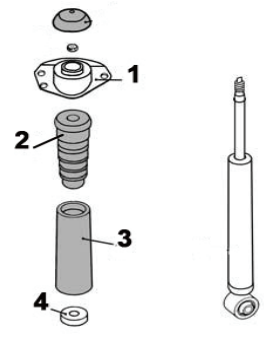

Fig. 10:
- **Fig. 10** Anbauteile (1 – 4) abnehmen, auf Verschleiß prüfen und ggf. erneuern.
- **Fig. 10** Remove add-on parts (1-4); check them for wear and replace if necessary.
- **Fig. 10** Enlever les composants (1 – 4), vérifier leur usure et, le cas échéant, les remplacer.
- **Fig. 10** Extraer las piezas adicionales (1 – 4), comprobar su desgaste y, si fuese necesario, reemplazarlas.